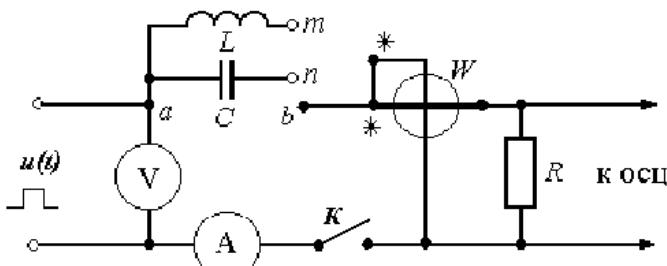

Рис. 11.2
Электрическая цепь, схема которой показана на рис. 11.2, питается от источника несинусоидального периодического напряжения, генерирующего однополярные прямоугольные импульсы с амплитудой  $U_m = 6$  В и с частотой  $f = 1$  кГц. Вольтметр постоянного напряжения с пределом 20 В измеряет постоянную составляющую  $U_0 = 0.5U_m = 3$  В, которая поддерживается неизменной во всех опытах. Несинусоидальное напряжение подается на нагрузку  $R = 1$  кОм, последовательно с которой могут быть включены катушка с индуктивностью  $L$  или конденсатор с емкостью  $C$ .
8. Почему при увеличении активного сопротивления  $R$  (рис. 11.2) в цепи с емкостью форма кривой тока становится менее искаженной по сравнению с кривой входного напряжения?
2. Собрать электрическую цепь по схеме, показанной на рис. 11.2.